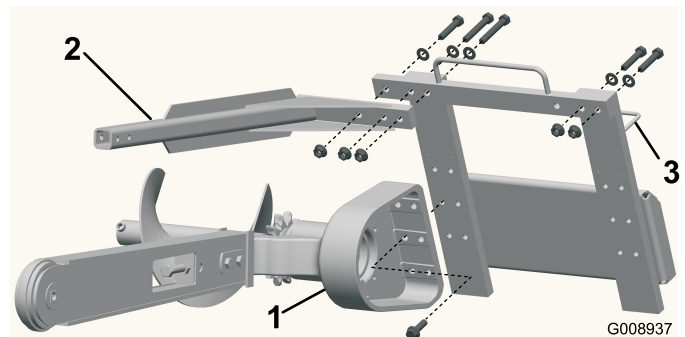

Figura 7
2. Rimuovete i sei bulloni che fissano la testa dello scavafosso al telaio (Figura 7).
4. Fissate la testa sul telaio utilizzando i sei bulloni precedentemente rimossi (Figura 7).
6. Rimuovete i tre bulloni, le rondelle e i dadi flangiati dalla barra di sicurezza ed estraete la barra (Figura 7).
7. Rimuovete i due bulloni corti, le rondelle e i dadi flangiati che fissano il lato destro del telaio superiore e portateli nei fori corrispondenti sul lato sinistro (Figura 7).
8. Montate la barra di sicurezza sulla catena dello scavafosso utilizzando i tre bulloni, le rondelle e i dadi flangiati precedentemente rimossi (Figura 7).
10. Spostate i tubi dalla rispettiva guida posta sull'estremità dello scavafosso portandoli sulla guida dei tubi del lato sinistro (Figura 7).